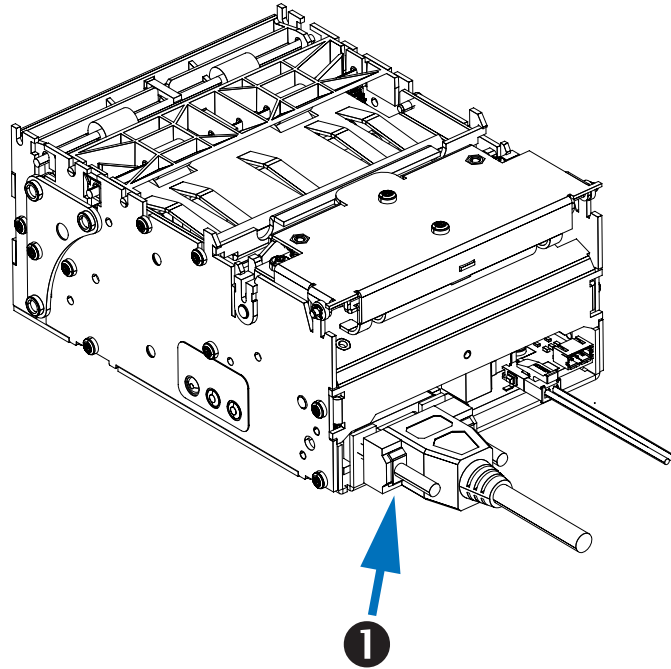

Figure 4-4 • Connexion série
Reportez-vous à la Figure 4-4. Le câble requis doit comporter un connecteur mâle neuf broches de type « D » (DB-9P) à une extrémité, lequel vient se connecter dans le port série correspondant (DB-9S) à l'arrière de l'imprimante ❶. L'autre extrémité de ce câble d'interface doit être connectée à un port série de l'ordinateur hôte. En fonction de la configuration d'interface requise, il s'agira vraisemblablement d'un câble simulateur de modem (croisé).